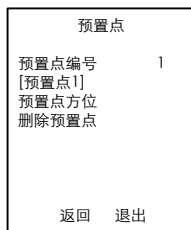

图3-1 预置点界面
1. 调用“95”号预置点，进入“主菜单→系统设置→预置点”界面，如图 3-1 所示。